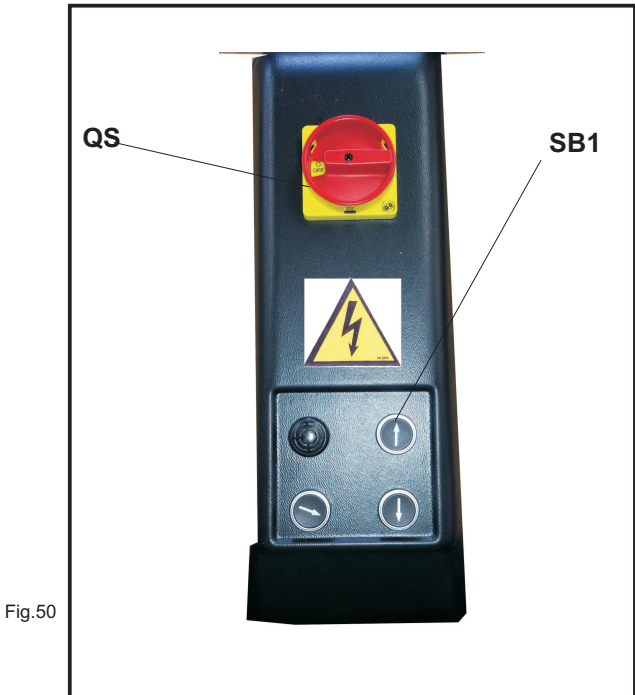

Fig.50
- 5) Chiudere il coperchio del quadro elettrico, ruotare l'interruttore generale (QS, Fig.50) in posizione I, premere il pulsante di salita (rif. SB1, Fig.50) e, nel caso che, al contrario, abbia inizio la discesa dei carrelli, invertire tra loro 2 fasi dell'alimentazione.
- 5) Close the cover of the electric box, turn the main switch (QS, Fig.50) to position 1, press the up push button (ref. SB1, Fig.49) and, if the carriage goes down, reverse the 2 power supply phases.